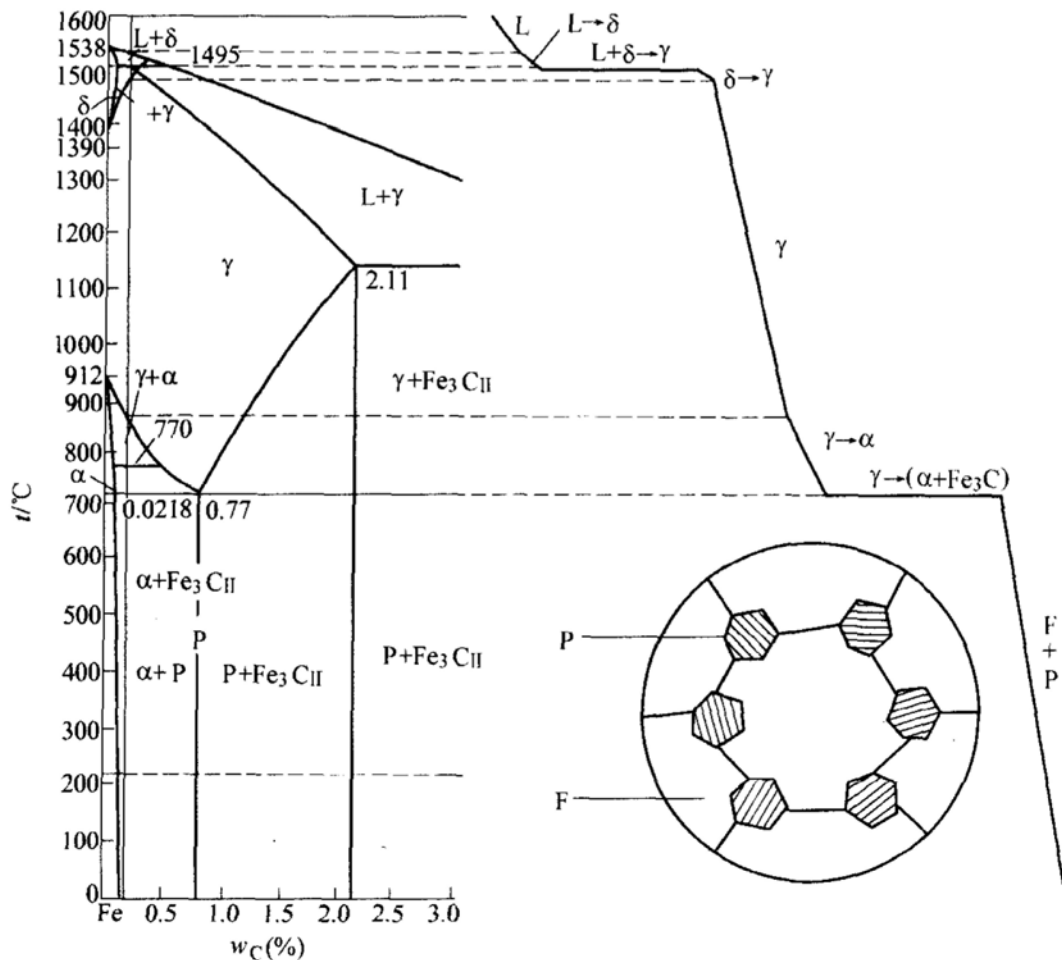

图 34-3 第五题第 4 小题解答图
4. 含  $0.15\%$   $\text{C}$  铁-碳合金平衡冷却到室温时的相变过程和组织示意图如图 34-3 所示。